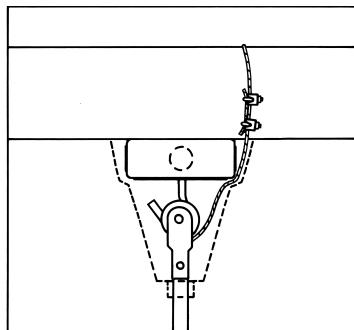

Figure 3
- Ce ventilateur est équipé d'un câble de soutien de secours nécessaire. Il peut être fixé à la structure de poutre et accroché solidement d'une façon telle qu'il puisse supporter le poids du ventilateur dans l'éventualité où le crochet de fixation ou une autre partie casse. Après avoir enroulé le câble autour d'une partie de structure pouvant supporter 137 kg, fixez ce câble avec les serre-câbles fournis comme illustré en Figure 3 (REMARQUE : Tout matériel additionnel nécessaire pour des installations spécifiques peut être acheté chez votre distributeur local).
IMPORTANTE PRÉCAUTION : Le câble de sécurité ne doit pas être placé entre le cylindre en caoutchouc et le crochet, mais plutôt comme illustré en Figure 3.
10. Quand vous suspendez le ventilateur sur le crochet en J fourni par l'usine, assurez-vous que le câble en haut de la tige est positionné derrière le crochet en J comme illustré en Figure 3.